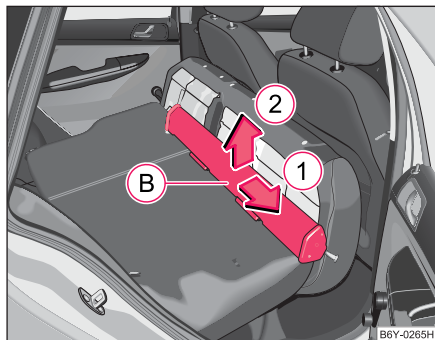

Fig. 61 Sièges arrière:
- Poussez le boîtier (B) ⇒ fig. 61 du filet de séparation en direction de la flèche ① et sortez-le de l'appui du dossier en direction de la flèche ②.